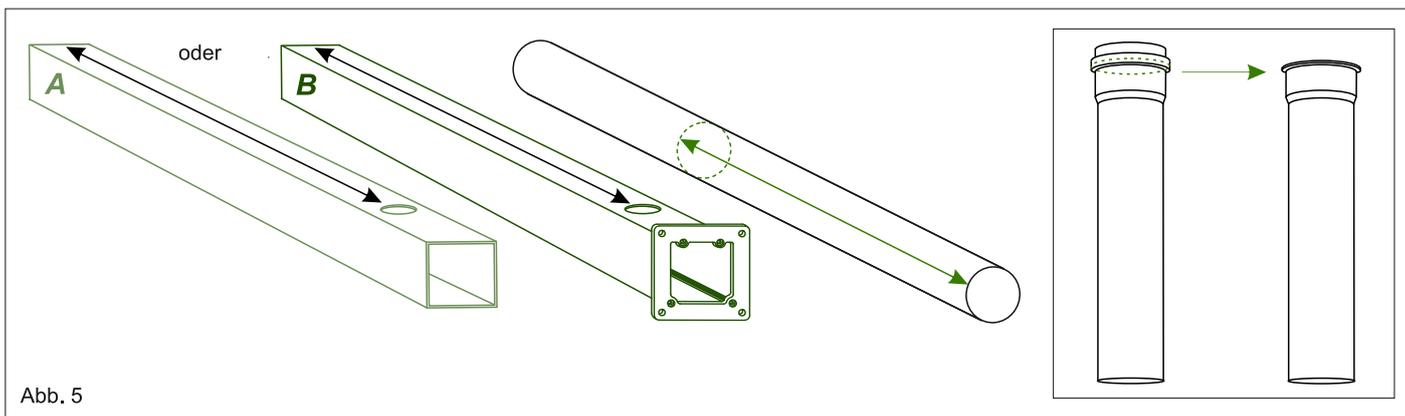

Abb. 5
**4. 3.** Beim oberen HT- Rohr soll die Nut, die Für Dichtgummi vorgesehen ist, weggeschnitten werden. Bitte beachten Sie dabei, dass die breite Kante des HT-Rohrs noch verbleiben soll, damit das HT-Rohr nicht durch die von Ihnen vorgefertigte Bohrung in der Rinne durchfallen kann. Siehe Abb. 5.